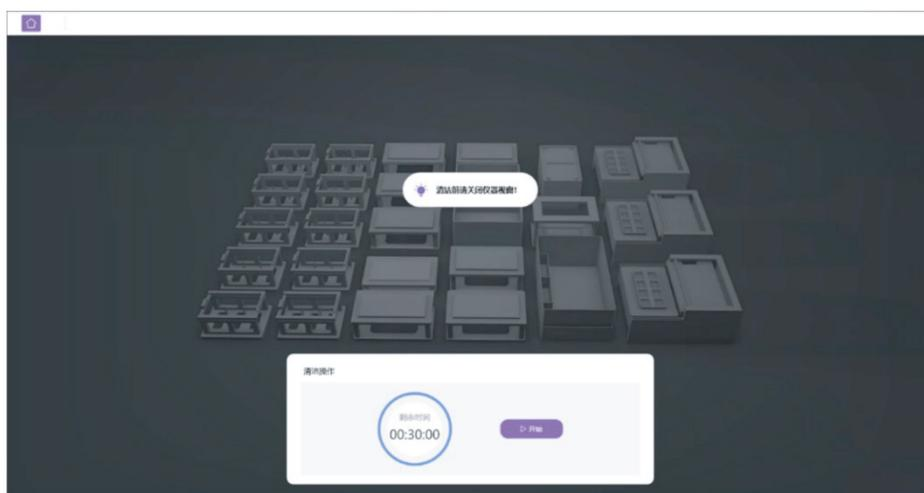

图 2-22 STOmics 软件登录界面
- b. (可选) 可根据使用情况，开启一体机自带的清洁功能，进行紫外消毒。消毒软件界面如图 2-22，消毒流程时长为 30 min；